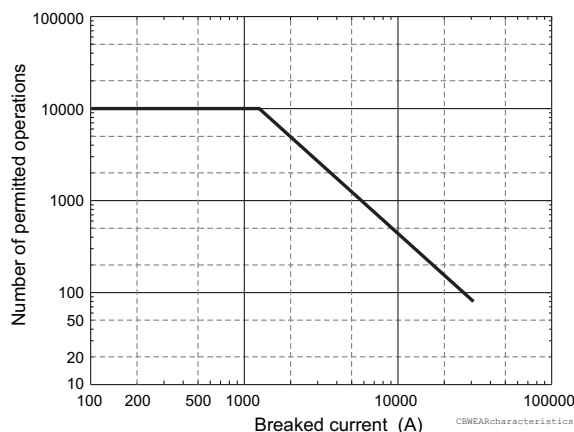

Рисунок 7.5: Пример графика износа выключателя.
График допустимых циклов обычно приводится в документации производителя выключателя (Рисунок 7.5). На графике указано допустимое количество циклов для каждого уровня тока отключения. На основании этого графика задаются параметры функции контроля состояния с максимум восемь [тока, циклов] точками. См. Таблица 7.19. Если требуется менее восьми точек, неиспользованные точки устанавливаются в $[I_{BIG}, 1]$, где I_{BIG} больше, чем максимальная отключающая способность.
Точки 4-8 не нужны для выключателя в Рисунок 7.5. Таким образом, они установлены в 100 кА, и одно срабатывание в таблице отбрасывается алгоритмом.
Таким образом, максимальное число отключений при токе 6 кА составляет 945. Это можно проверить с помощью исходной кривой выключателя на Рисунок 7.5. Действительно, на рисунке показано, что при 6 кА количество отключений составляет от 900 до 1000. Полезной информацией в этом примере является значение уставки аварийной сигнализации оставшегося числа циклов работы выключателя (50), что составляет около пяти процентов от максимального.